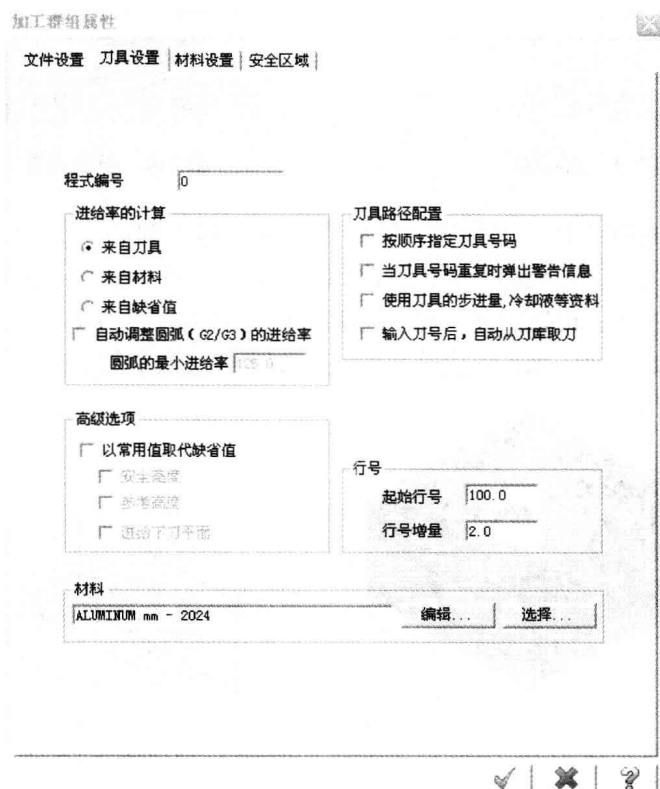

图 1.9 加工群组属性对话框
(2) 点击加工群组中的刀具设置，出现如图 1.9 加工群组属性对话框。